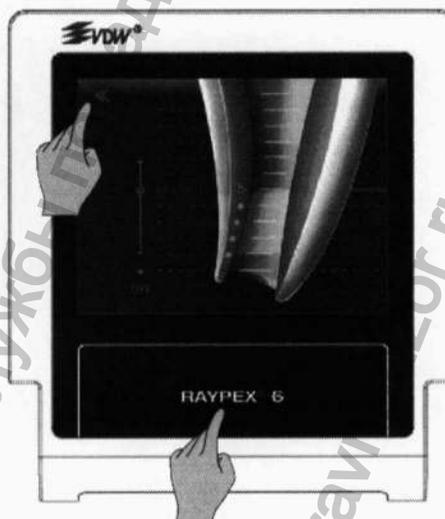

Рис. 26. Выход из опции DR'S CHOICE
• Для выхода из опции DR'S CHOICE коснитесь стрелки возврата или поля RAYPEX®6 «Home» (рис. 26).